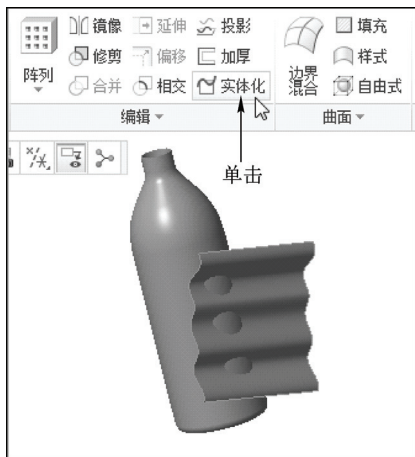

图 10-79 单击“实体化”按钮
STEP 02 在功能区选项板的“模型”选项卡中，单击“编辑”面板中的“实体化”按钮，如图 10-79 所示。